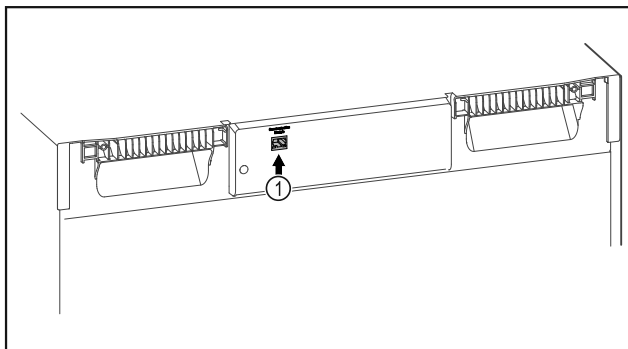

Fig. 88
- SmartModule Fig. 88 (1) установлен.